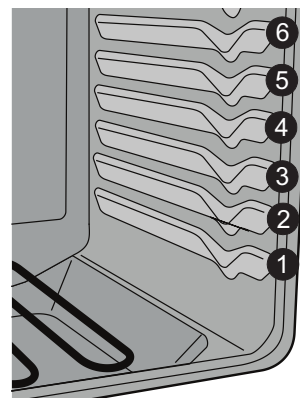

Figure 21 : Emplacement des grilles
- Pour de meilleurs résultats lors de la cuisson des gâteaux ou des biscuits sur deux grilles, voir à les placer en position 3 et 6 (voir Figure 21).